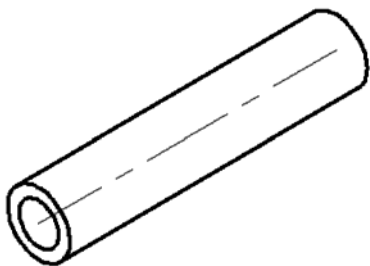

图 10-50 练习题的等轴测图参考
- (1) 根据轴测投影线方向和轴测投影面的位置不同, 可以将轴测图分为哪种类型?
- (2) 在 AutoCAD 2015 中, 如何将捕捉类型设置为“等轴测捕捉”?
- (3) 在 AutoCAD 2015 中, 将捕捉类型设置为“等轴测捕捉”后, 如何进行等轴测平面的切换?
- (4) 如何绘制等轴测圆? 请举例进行说明。
- (5) 课外研习: 在 AutoCAD 2015 中, 如何设置用于轴测图标注的文字样式和标注样式?
- (6) 绘制图 10-50 所示的等轴测图, 具体的尺寸由读者自行确定。本书光盘提供了练习参考文件“10_ex6.dwg”, 位于随书光盘的“CH10”文件夹中。